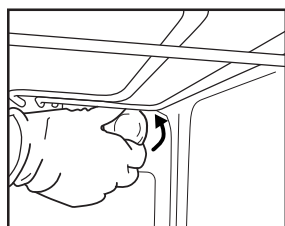

Fig. 6
2. Svitare la copertura della lampada (Fig. 6), sostituire la lampada (vedere la nota per il tipo di lampada) e avvitare di nuovo il coperchio della lampada.